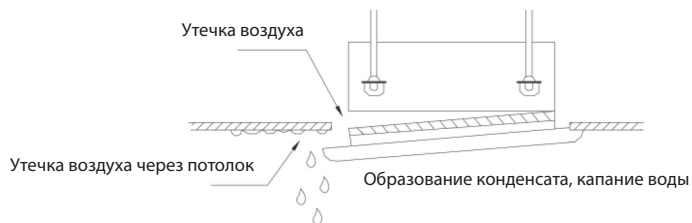

Рисунок 14
1. При неправильной затяжке винтов могут возникнуть проблемы, показанные на рис. 14.